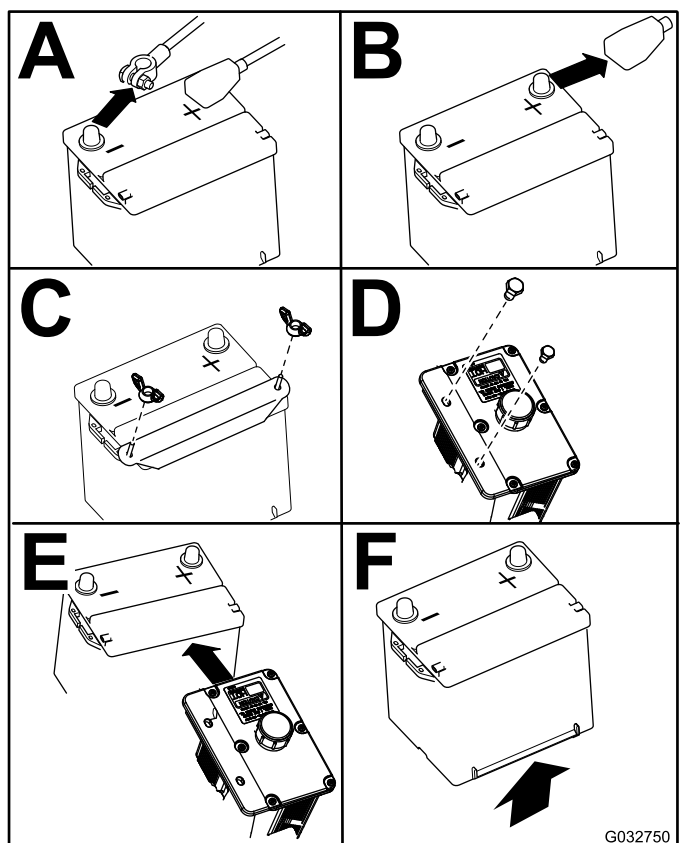

Figure 46
4. Retirez la batterie, comme montré à la Figure 46.